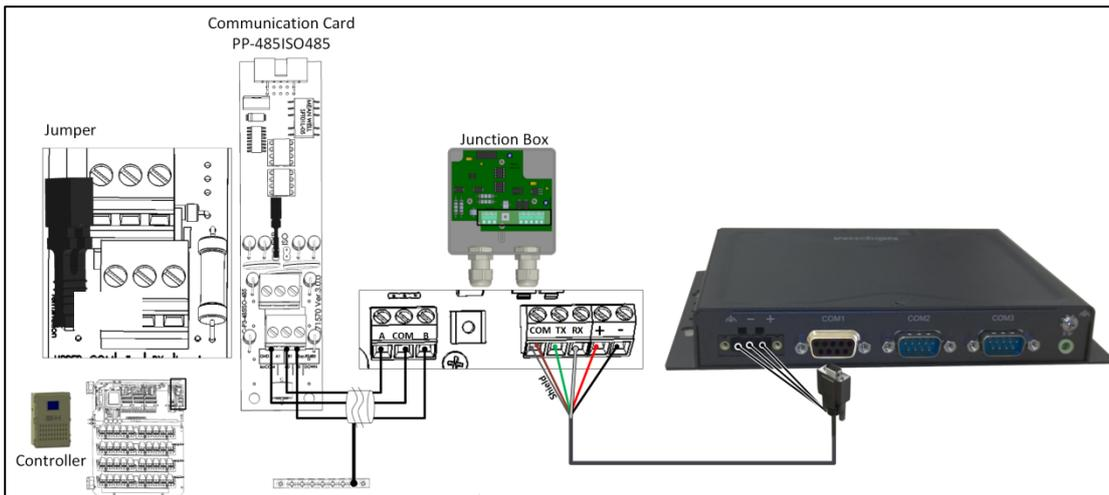

Figura 45: Comm-Box – Terminação do controlador
- Não é necessário instalar um resistor de terminação externo de 120 ohms no Platinum Pro/Rotem One. Coloque um Jumper no cartão de comunicação na unidade localizada no final da cadeia (Figura 45).